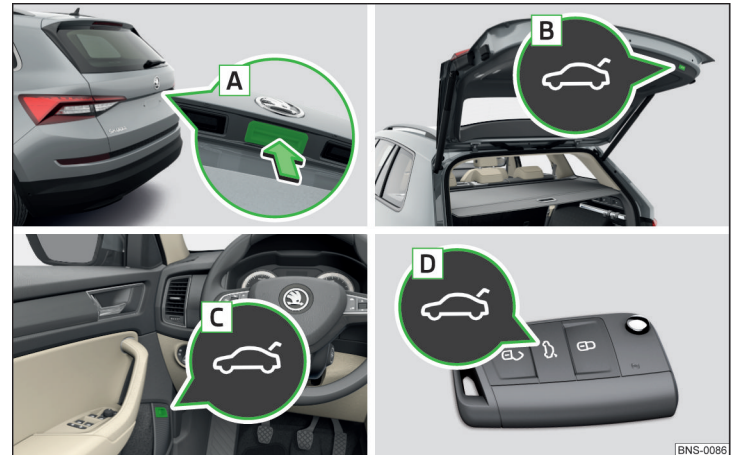

Abb. 61 Klappenbedienung
- ▶ Durch das Drücken des Griffs **A** » Abb. 61.
- ▶ Durch das Drücken der Taste **B** » Abb. 61.
- Die Taste **A** » Abb. 61 wird beim Anfahren bzw. ab einer Geschwindigkeit von mehr als 5 km/h deaktiviert. Nach dem Anhalten und Öffnen einer Tür wird die Taste wieder aktiviert.
- › Die Taste **B** » Abb. 61 auf Seite 71 gedrückt halten, bis ein akustisches Signal ertönt.
Die Klappe reagiert nicht auf ein Öffnungssignal	Entfernen eines eventuellen Hindernisses (z. B. Schnee), erneutes Öffnen der Klappe » Seite 71 Drücken des Griffs A » Abb. 61 auf Seite 71 und Ziehen der Klappe nach oben